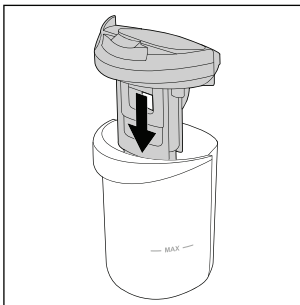

Fig. 29
- ◆ Volte a colocar a tampa do reservatório de água suja **9** no reservatório de água suja **2** (ver fig. 29).